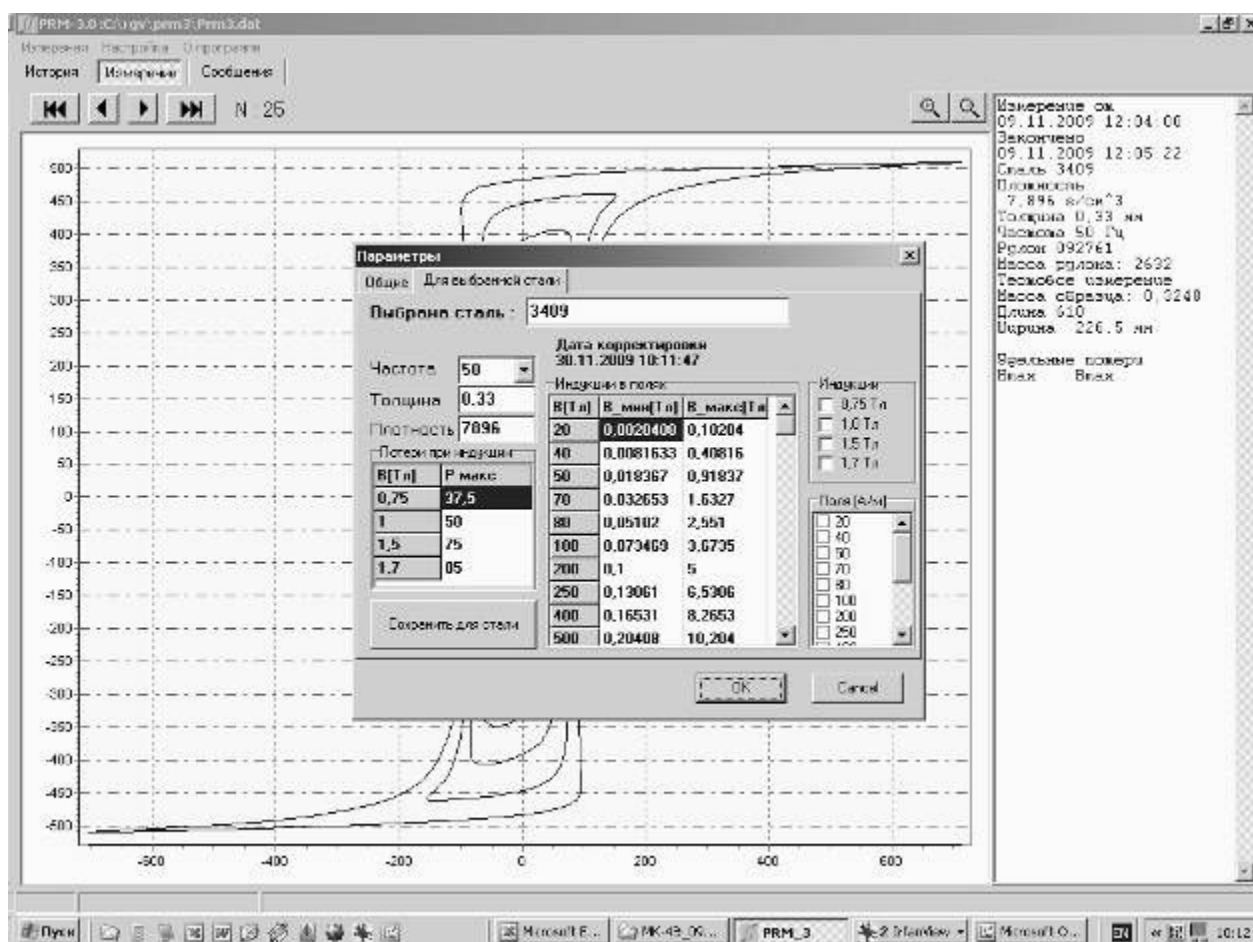

Рис.4 Окно "Настройка\Параметры\Для выбранной стали"
2.3.2.8 При нажатии вкладки "Для выбранной стали" появляется окно задания исходных данных и выбора режимов измерения (Рис.4)